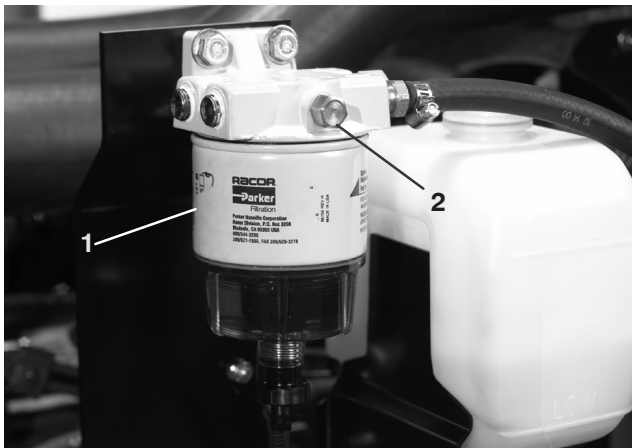

Bild 27
3. Öffnen Sie den Entlüfterstutzen am Kraftstofffilter/ Wasserabscheider (Bild 27).